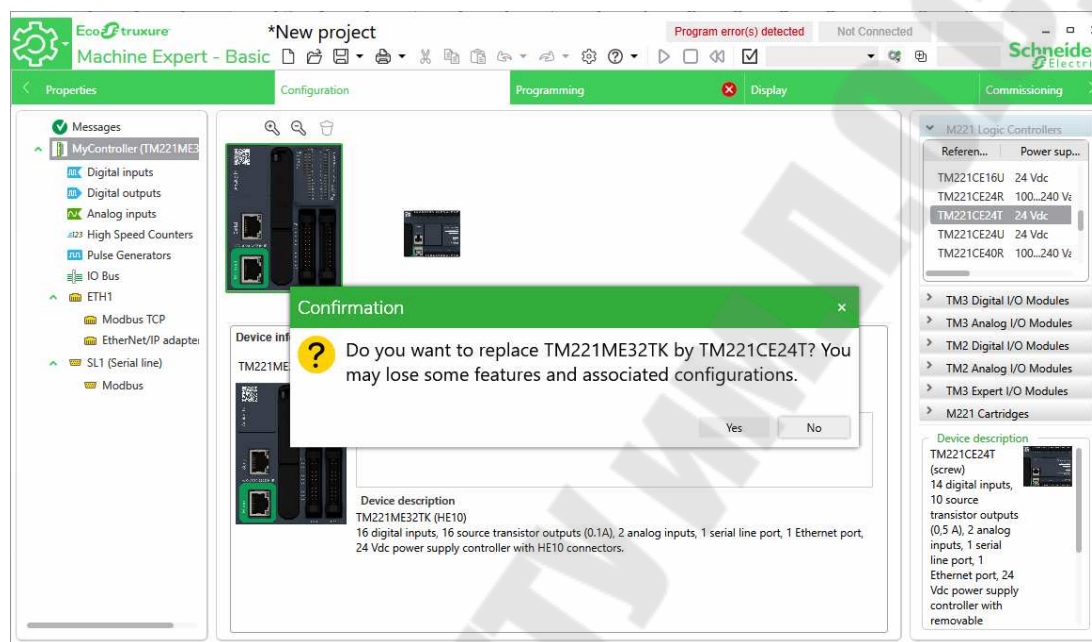

Рис. 2.11. Выбор нужной модели контроллера
- перейти на вкладку *Configuration* и выбрать нужную модель контроллера (рис. 2.11);